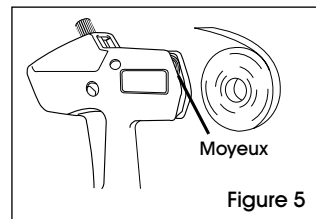

Figure 5
3. Placez le rouleau d'étiquettes entre les moyeux et enclenchez-le. (Voir Figure 5)